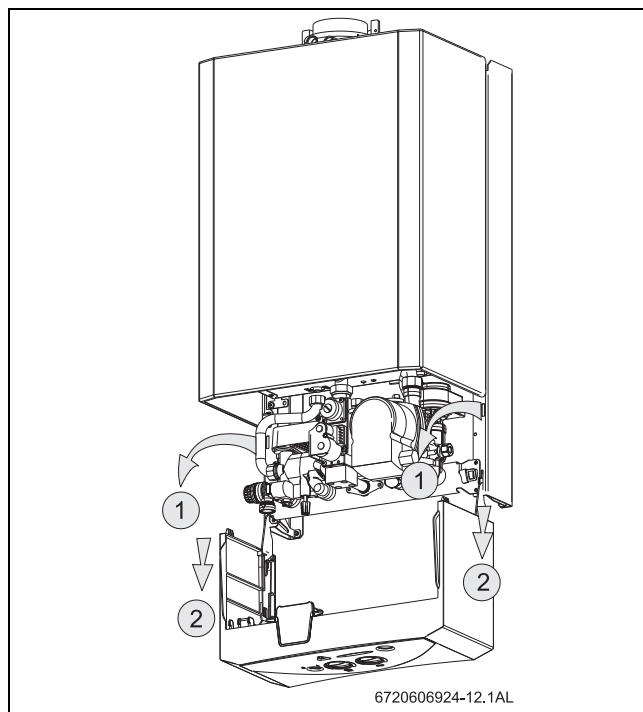

Fig. 9 Position de service
- Afin de pouvoir enlever complètement le tableau électrique, suivre les indications de la Fig. 9 puis le soulever et le sortir.